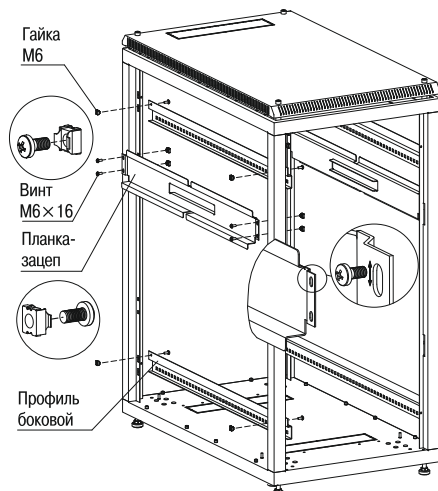

Рисунок 6
3.1.6 Для закрепления профилей боковых и планок-зацепов на стойках вставьте гайки М6 в квадратные отверстия стоек, закрепите винтами М6×16 с полукруглой головкой (рисунок 6). В шкафах высотой свыше 27U предусмотрено 3 пары профилей боковых.